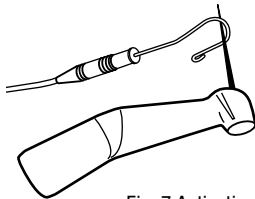

Fig. 7 Activation du localisateur d'apex avec le clip labial et la lime dans le contre-angle VDW 6:1
3. Pour mettre le localisateur d'apex en marche, faites entrer en contact le clip labial avec la lime pendant 3 secondes environ. Evitez de toucher le stop silicone ! Voir Fig. 7.